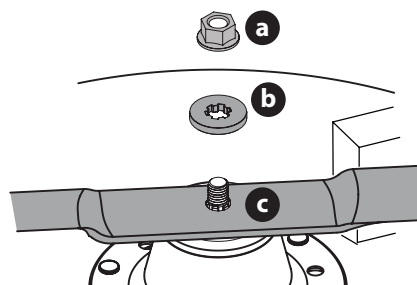

Fig. 56
- Quite la tuerca de seguridad bridada (a) y la arandela plana (b) del eje del husillo y extraiga la cuchilla (c) (Fig. 56).